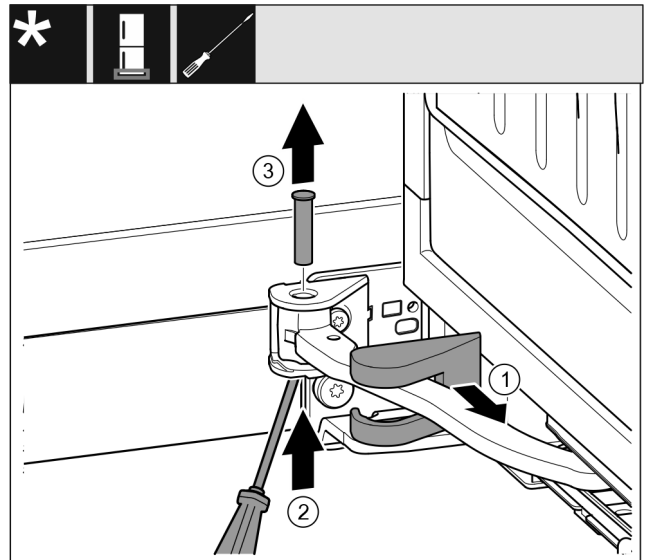

Fig. 15
- ▶ Afdekking van de lagerbus eraf trekken en langs het scharnier verschuiven. Fig. 15 (1)
- ▶ Bout met de vinger of schroevendraaier vanaf de onderkant optillen. Fig. 15 (2)
- ▶ De schroevendraaier onder de kop van de bout aanbrengen en eruit trekken. Fig. 15 (3)